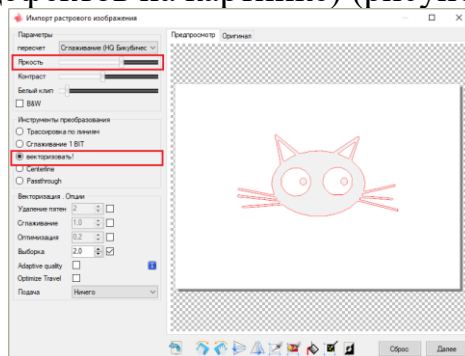

Рисунок 104 - Векторизированное изображение
5. Перейдите в «Инструменты преобразования» и переключите в режим «Векторизировать» (при необходимости изменить параметр «Яркость» чтобы избежать излишних дефектов на картинке) (рисунок 104).